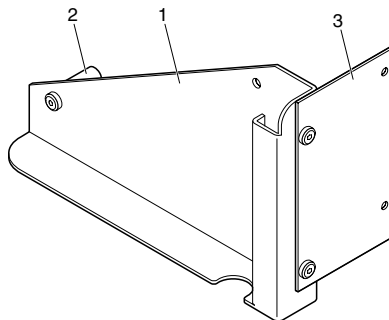

Figura 3:
È composto dal portadisplay (1), dal distanziale (2) e dalla lamiera laterale (3) (Figura 3).